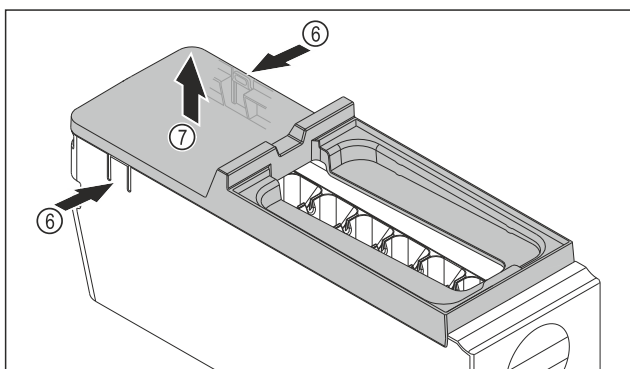

Fig. 144
- Snemite pokrov glavnega dela EasyTwist-Ice: Spone Fig. 144 (6) na obeh straneh glavnega dela EasyTwist-Ice pritiskate z eno roko.
- Pokrov Fig. 144 (7) z drugo roko dvignite in odstranite.